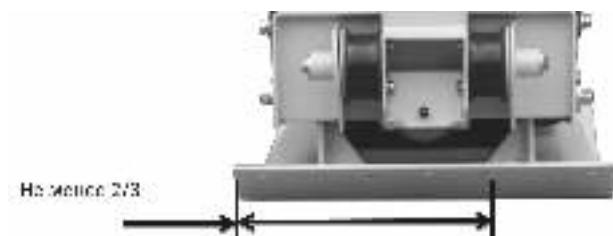

Рис.6
1. При перемещении виброплиты по краю обрабатываемой поверхности, в плотном соприкосновении с поверхностью должно оставаться не менее 2/3 части рабочей площади плиты (Рис.6).